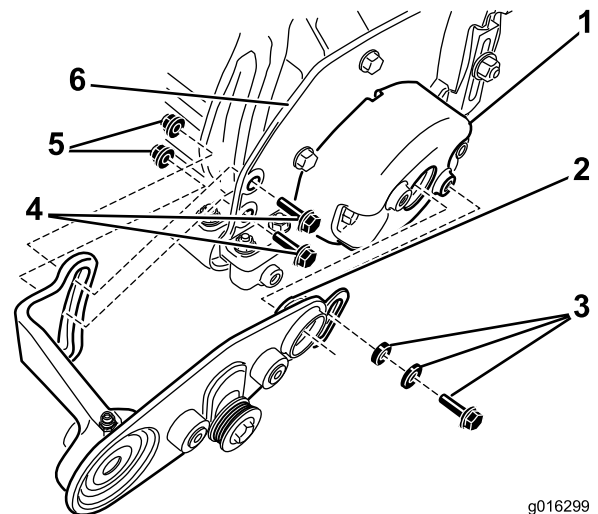

Figure 5
6. Posez le joint torique sur le pilote du support de brosse droit ; voir Figure 5.
- B. Appliquez une fine couche de graisse sur le joint torique du pilote de support de brosse droit ; voir Figure 5.
contrepoids avec une rondelle, une entretoise et un boulon autobloquant (Figure 5).
D. Fixez l'arrière du support de brosse droit à la plaque latérale du plateau de coupe avec 2 boulons à tête hexagonale et 2 écrous à embase (Figure 5).